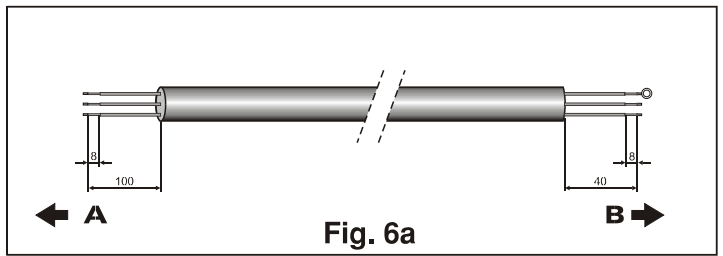

Fig. 6a
3. Préparez les extrémités de câble pour la puissance fournie et pour les câbles entre les unités extérieure et intérieures comme représenté sur la figure 6a et 6b.